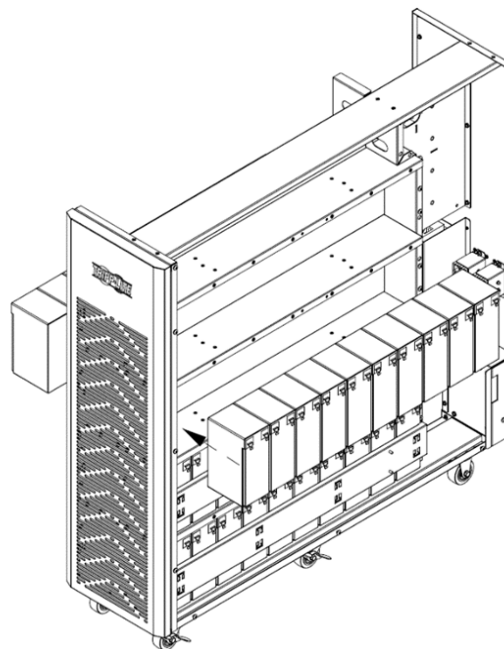

Figura 5-10B
12. Instale otros 10 módulos de baterías en la capa inferior (L3-B, serie negativa del grupo 3). Asegúrese de mantener los lados de las terminales de todas las baterías hacia arriba (Figura 5-10B).